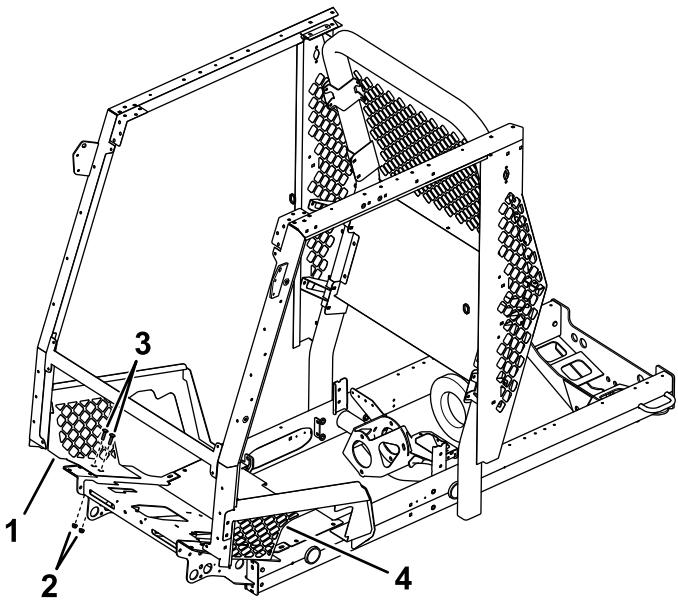

Figura 3
5. Utilice pernos de cuello cuadrado (3/8" x 7/8"), tuercas con arandela prensada (3/8") y los pernos suministrados con la unidad de tracción y el kit de extensión de ROPS de 2 postes para instalar el panel inferior izquierdo y el panel inferior derecho (Figura 3).
6. Utilice 2 tornillos de cuello cuadrado (1/4" x 3/4") y 2 tuercas con arandela prensada (1/4") en cada lado para sujetar la parte inferior del panel inferior izquierdo y los paneles inferiores derechos (Figura 3).